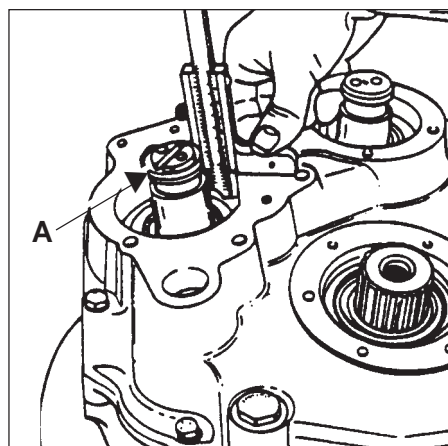

Fig. 38
- 3) Con micrometro centesimale rilevare la quota di spallamento del distributore (7) su due o più punti, a cui attribuiremo il valore «B» (Fig. 38).
- 3) By use of a dial measure size «B» value of input shaft cover (7) (Fig. 38) on different points.